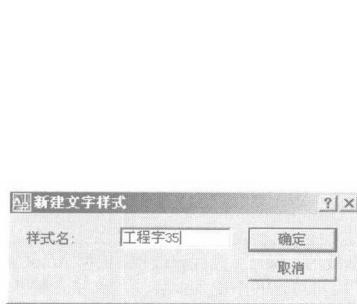

图 1-18 “工程字 35”样式名
① 选择下拉菜单“格式→文字样式”，执行 STYLE 命令，AutoCAD 弹出“文字样式”对话框。单击对话框中的“新建”按钮，在弹出的“新建文字样式”对话框中的“样式名”文本框内输入“工程字 35”，如图 1-18 所示。